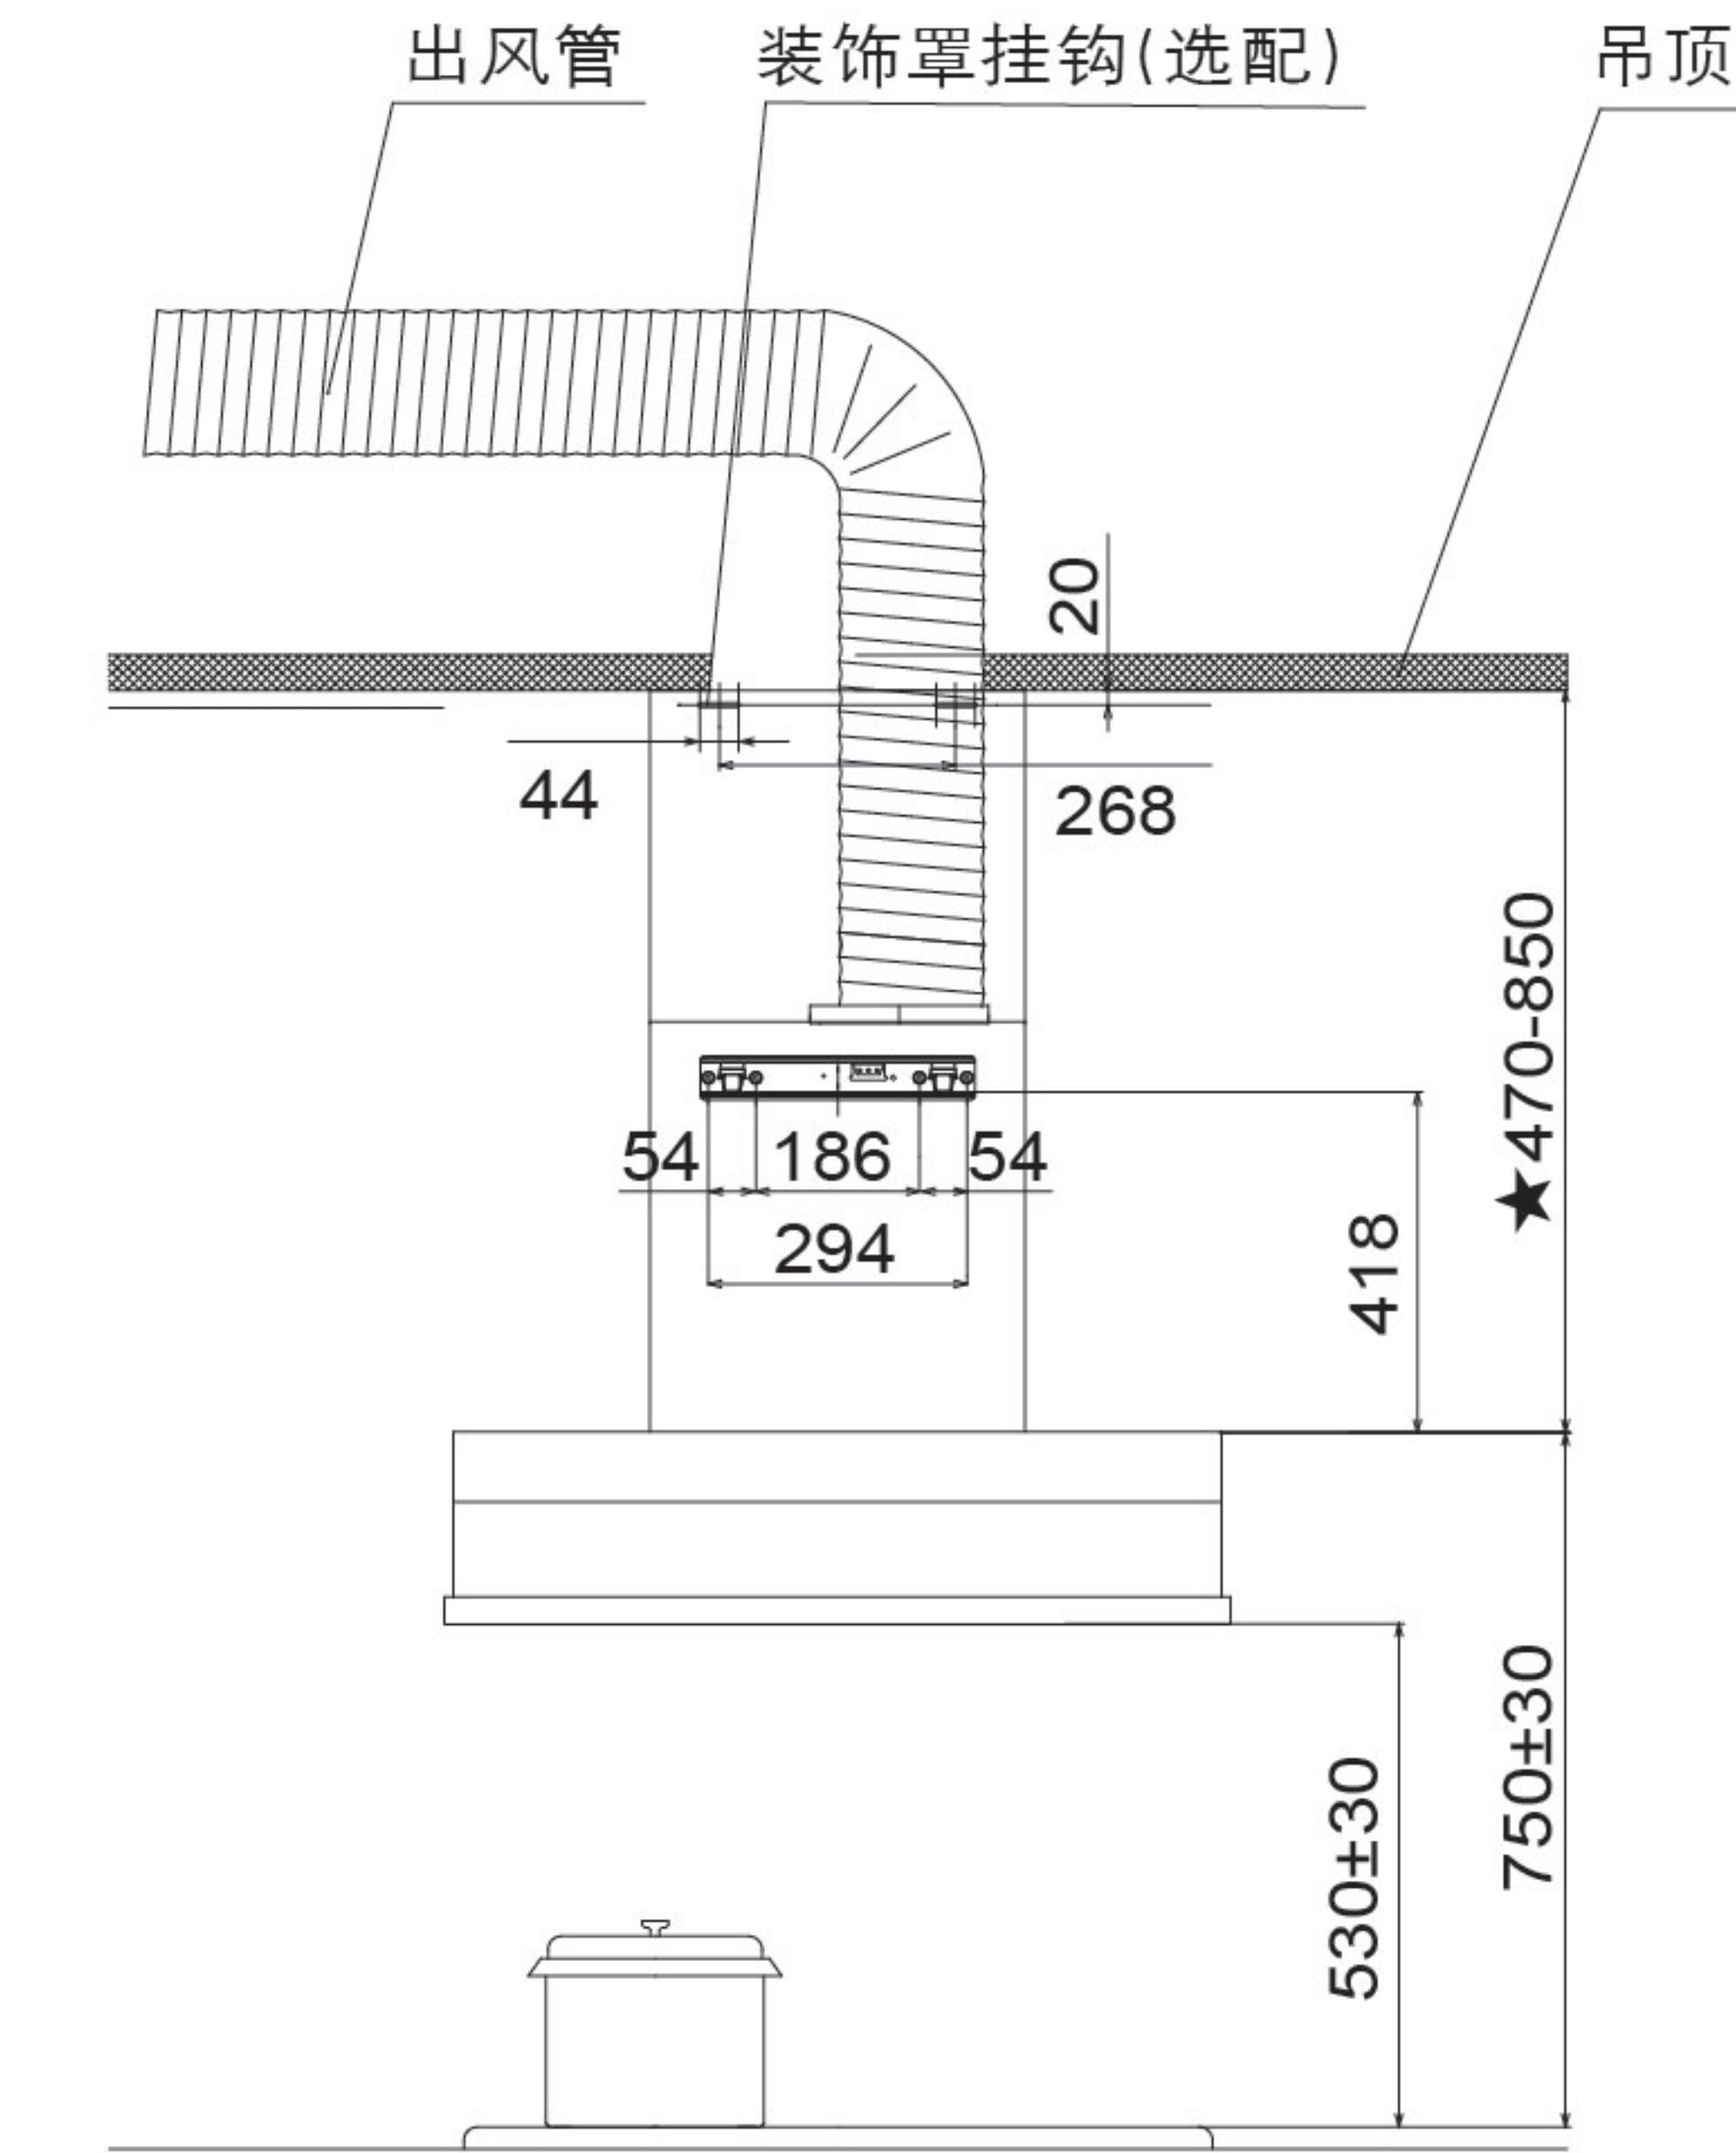

图3 安装示意图
- 3.必须安装在炉灶的侧上方,安装位置按安装示意图所示(第9页-图3)。
挂钩安装孔距如图3，两孔间保持水平；吊顶钻孔尺寸如图4；